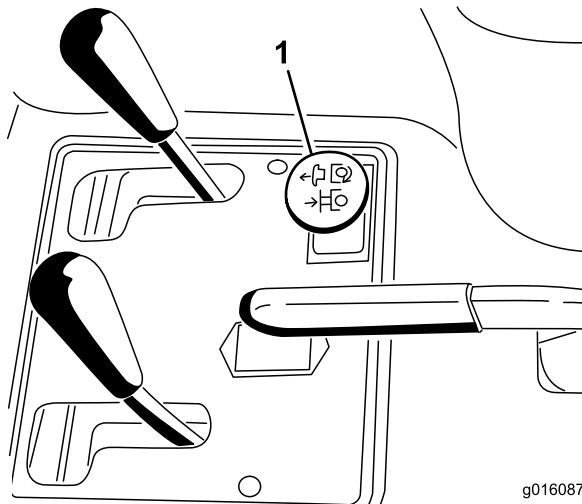

Figura 19
3. Engrane la cuchilla tirando hacia arriba del mando de la hidráulica remota (Figura 19).
- Desengrane la cuchilla presionando hacia abajo el mando de la hidráulica remota (Figura 19).